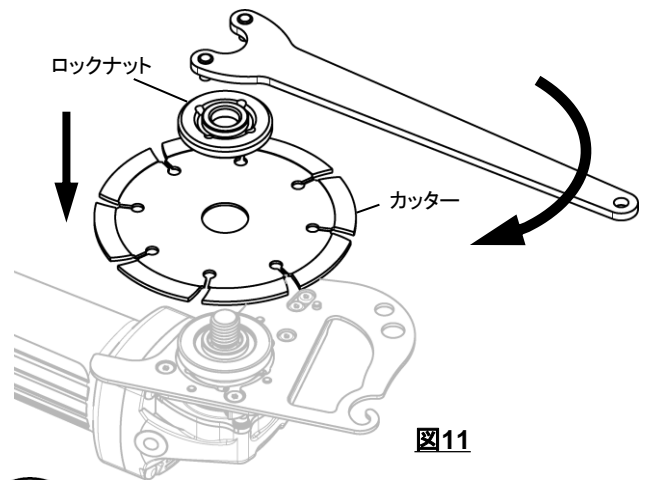

図11
7. フランジの上にカッターをセットし、グラインダに付属のロックナットを締結して下さい。(図11)